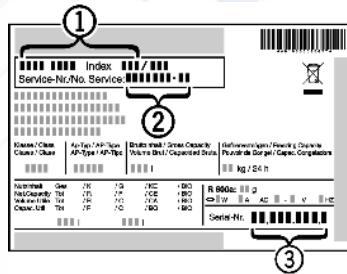

Fig. 8
- Обратитесь в сервисную службу и сообщите вид неисправности, наименование устройства *Fig. 8 (1)*, сервисный № *Fig. 8 (2)* и серийный № *Fig. 8 (3)*.